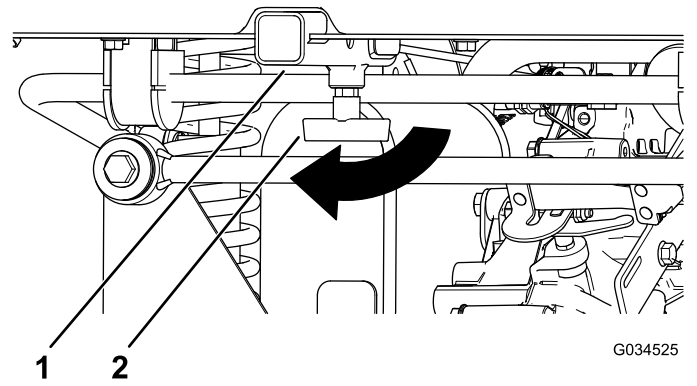

Bild 17
2. Setzen Sie das Zubehör in die Aufnahme, bis das Zubehör das Ende der Aufnahme erreicht (Bild 17).
1. Drehen Sie den T-Bügel nach rechts, um ihn zu lösen (Bild 17).